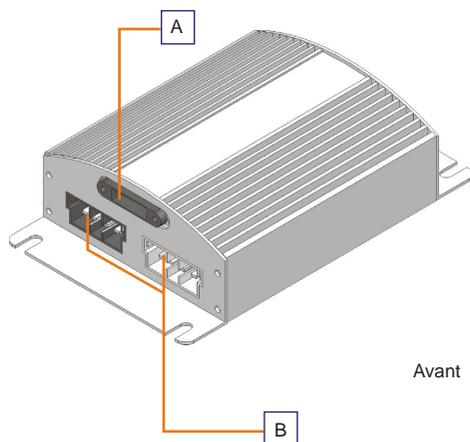

Figure 3. Type de connexion
- l'alimentation générale système (Figure 3. rep A)
- Interface équipements (Figure 3. rep B)